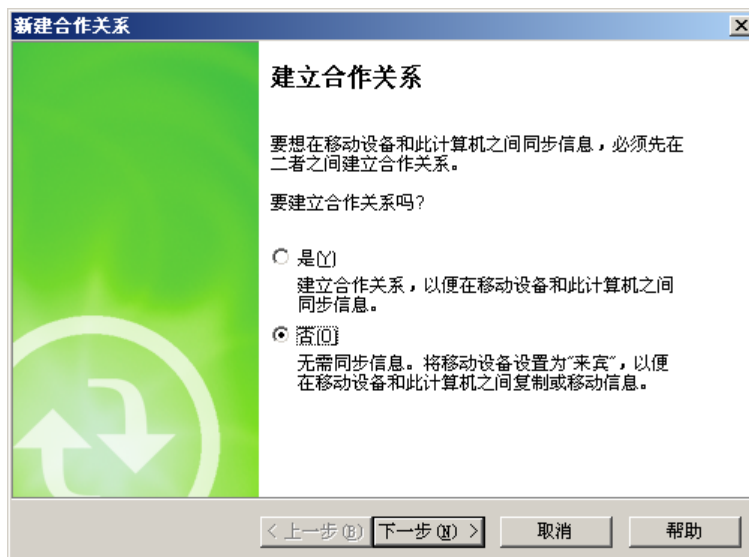

图 2.36 ActiveSync 提示是否建立合作关系
9. 在USB设备驱动程序安装成功的同时,PC机的Microsoft ActiveSync提示是否建立合作关系,如图 2.36 所示,在这里选择“否(O)”,然后按“下一步(N)>”按钮。